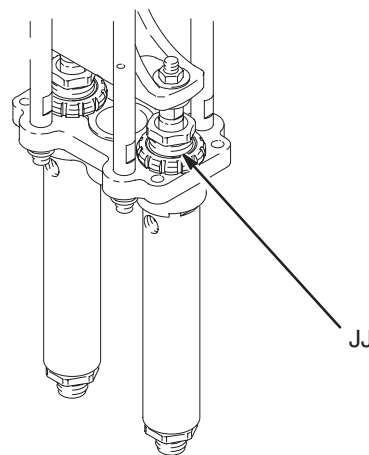

Fig. 19
Veiller à ce que les écrous de presse-étoupe (JJ) restent remplis de lubrifiant adéquat et contrôler leur serrage toutes les semaines. Voir Fig. 19.